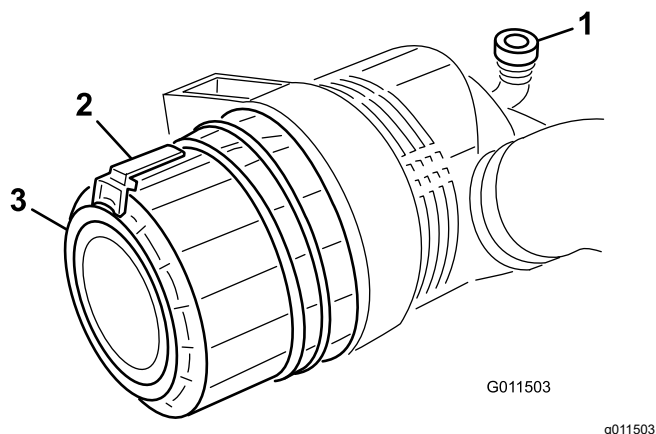

図 75
2. ラッチを引いて外し、カバーを左にひねってボディからはずす 図 75。